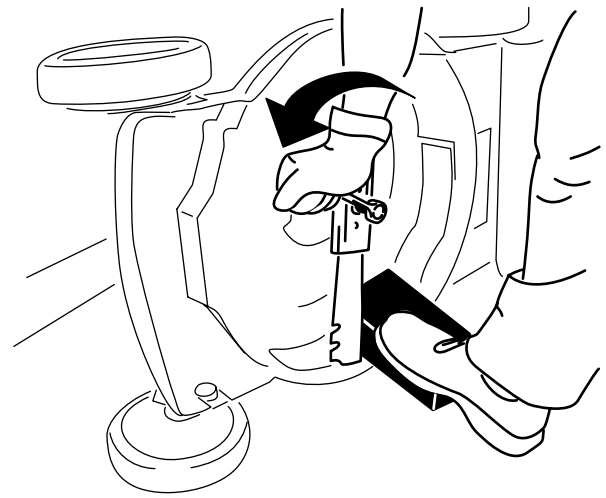

Figure 23
2. Immobilisez la lame avec un morceau de bois (Figure 23).
3. Déposez la lame mais ne jetez pas les fixations (Figure 23).